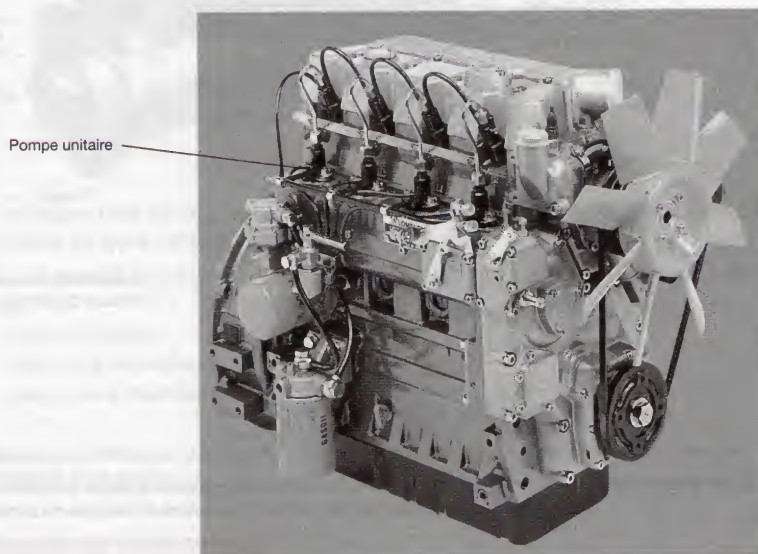

Figure 36.5. Moteur Lombardini « CHD » équipé de pompes d'injection unitaires avec tuyaux courts
- Les pompes unitaires (monocylindre) montées sur un moteur multicylindres ont une implantation sur le bloc moteur permettant l'utilisation de tuyaux HP « courts » (fig. 36.5).